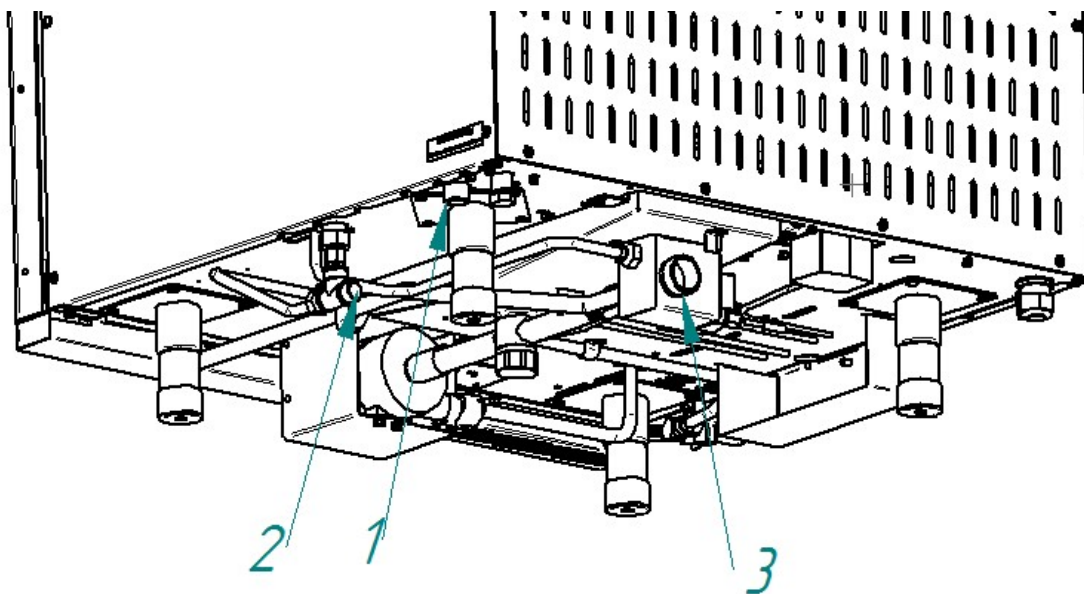

Рис. 4. Подключение к системе водоснабжения
- G3/4 (см. рис.4 поз.1 (наружная резьба)) – парогенератор. Подключать через водоумягчительную установку (водородно-ионного обмена). Рекомендуется использовать BRITA PURITY C300 Quell ST.
- G1/2" (см. рис.4 поз.2 (наружная резьба)) – душевое устройство и охлаждение коллектора. Допускается подключать к неподготовленной воде.
- установить кран слива с парогенератора (см. рис.4 поз.4) в положение «Закрыто»;
- подключить пароконвектомат к системе канализации (см. рис. 16) соединением с резьбой G1¼ (рис.4 поз.3). Для подключения в комплект поставки входит труба гибкая K215. Подключение к канализации выполнить с разрывом струи не менее 20мм от верха приемной воронки (СНиП 2.04. 01-85 п. 17.11).